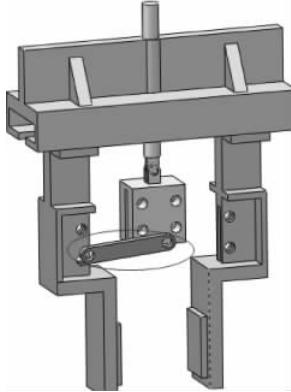

图 3-106 插入连杆
(1) 单击【装配体】工具栏中的【插入零部件】按钮 ，弹出【插入零部件】的属性设置。单击【浏览】按钮，在弹出的【打开】对话框中选择零件【连杆】，单击【打开】按钮，在图形区域中的合适位置单击插入，然后使用【装配体】工具栏中的 【移动零部件】功能移动连杆到最终配合位置附近，如图 3-106 所示。